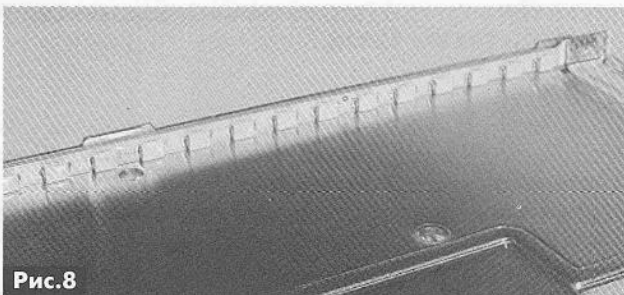

Рис.8
- перепады яркости источника света, например, по длине CCFL-лампы, либо от одного к другому светодиоду в линейке подсветки (рис.8).